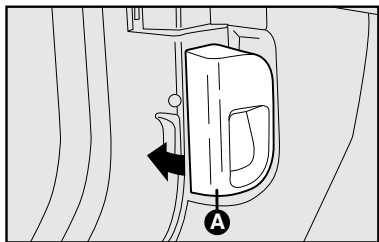

fig. 95
- 1) puxar a alavanca **A**-fig. 95.